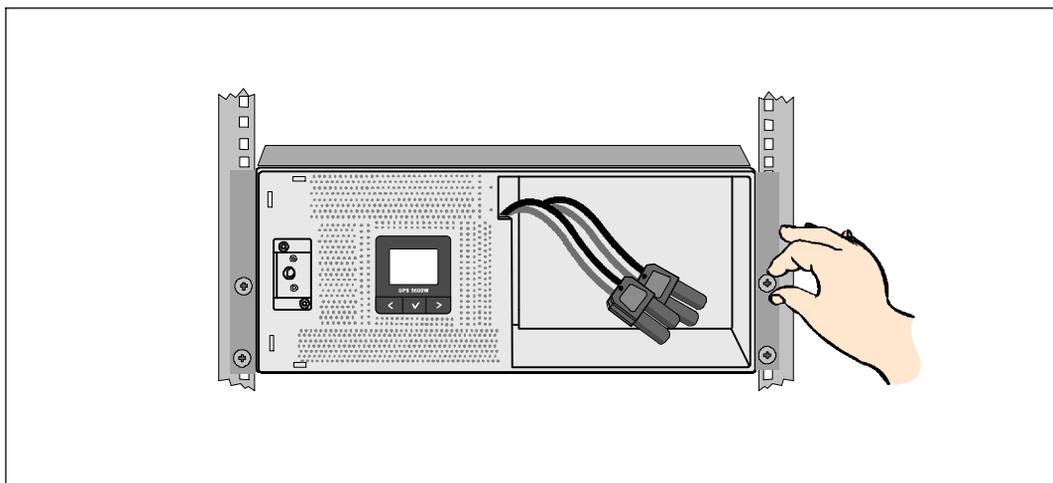

Figure 11. Fixation du module
- Fixez l'avant du module à la baie en utilisant les quatre vis à oreilles sur les supports de montage (voir Figure 11). Serrez à la main, n'utilisez pas d'outils mécaniques. Répétez la procédure pour tous modules supplémentaires.